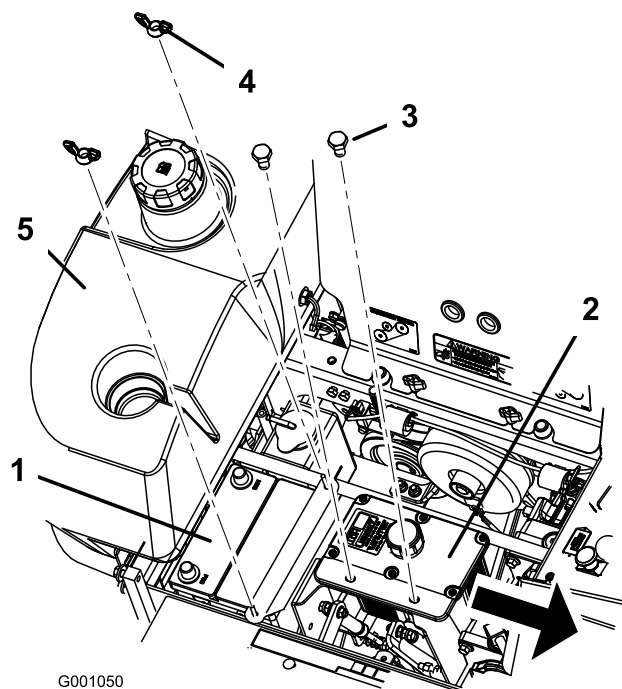

Figure 44
6. Retirez les deux écrous papillons (1/4 pouce) qui fixent la barrette de maintien de la batterie (Figure 44).
7. Retirez les deux boulons de fixation du réservoir hydraulique (Figure 44).
1. Placez la batterie dans son support en tournant les bornes à l'opposé du réservoir hydraulique (Figure 44).
6. Fixez la batterie en position avec des boulons en J, une barrette de maintien et 2 rondelles (1/4 po), ainsi que 2 écrous papillons (1/4 po) (Figure 44).